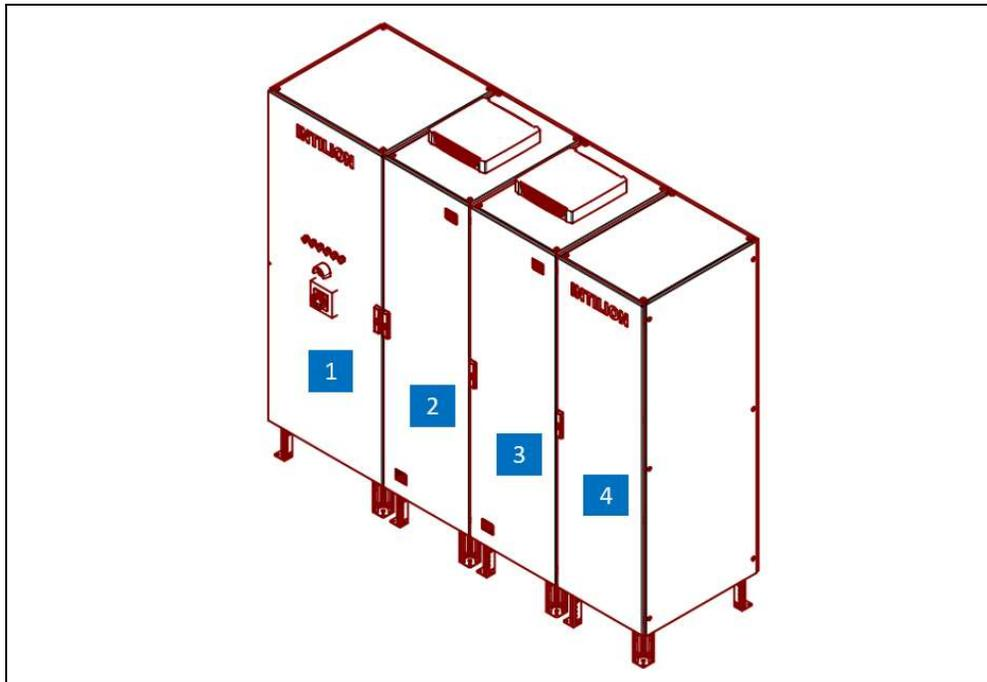
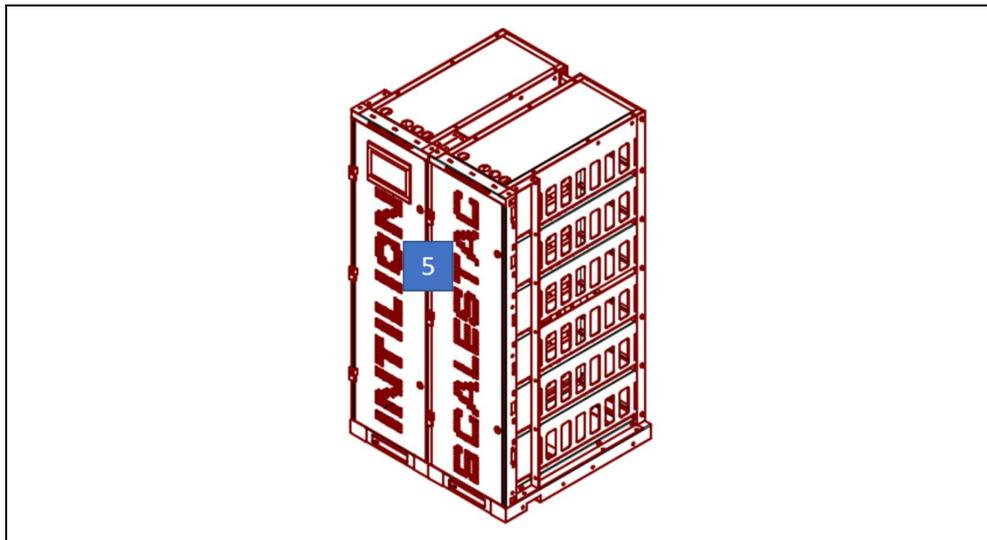

Abb. 1: INTILION | scalestac – Feld 1, 2, 3 und 4
Abb. 2: INTILION | scalestac – Feld 5 (Batterie)
- Abb. 1 und Abb. 2 zeigen die einzelnen Schaltschränke des INTILION | scalestac.